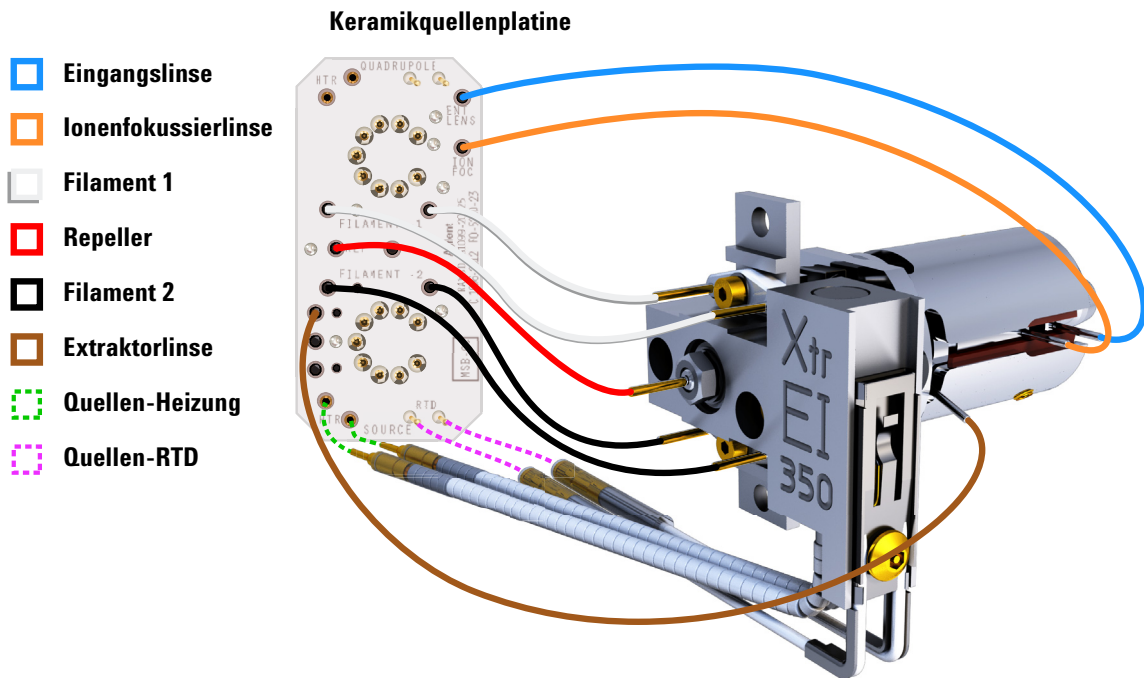

Abbildung 63. Kabel für die EI-XTR-Quelle
- 1 Verwenden Sie eine Pinzette oder eine Spitzzange, um die Kabelverbindungen der Keramikquellenplatine an den Verbindungsstücken der Quelle anzuschließen oder zu lösen. (Siehe **Abbildung 63**.)